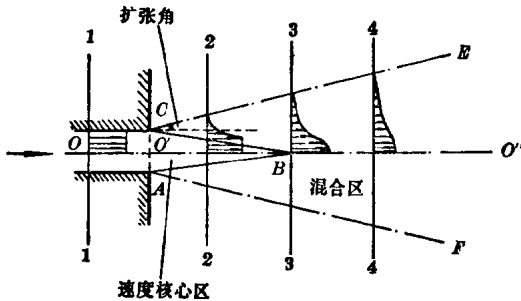

图 1-2 射流速度平面分布
若我们用手指在喷嘴左右、远近移动，就会感到有一股压力，而且这股压力在变化着。这是什么原因呢？因为手上感觉到力的大小与冲击到手上的压力大小有关，而这股压力的大小又与流体的速度有关。例如在逆风中骑自行车前进的人与农村中挑稻草前进的人都有这样的感觉：风越大，骑车与挑稻草前进越吃力就是这个缘故。然而，用手指的感觉来确定速度的大小是不准确的，所以最好用测量装置来测定射流速度的平面分布，我们用图 1-2 来表示射流在沿喷嘴中心线方向的速度分布。为简明起见，我们把射流的速度分布划分成二个区域：
(1) 速度核心区 如果用箭头的长短来表示速度的大小，那么如图 1-2 所示，有一个三角形的区域(用 A 、 B 、 C 表示)，在这个区域里，速度到处一样，并且比周围的要大，这个区域叫
(2) 混合区 在速度核心区与扩张的点划线之间,称为“混合区”。它的特点是流动速度大大降低。因为高速喷射的射流要带动周围静止的气体一起向前,结果这股射流的速度就要降低。这是一个很重要的现象,我们必须引起重视。这种现象叫做射流的“卷吸”,或称“抽吸”。如图 1-2 所示,在点划线 CE 和 AF 的外面,气流速度很小,可以认为静止。但是,在靠近喷嘴的地方,也有一定的流动速度,这是由于射流起着强烈的卷吸作用所致。
扩张角是表示射流向着二边扩张的程度。图 1-2 是用点划线 AF 和 CE 与射流中心线 OO'' 之间的夹角来表示。如果射流进入大气,其扩张角一般是 $12^\circ \sim 15^\circ$ (仅对气体而言)。